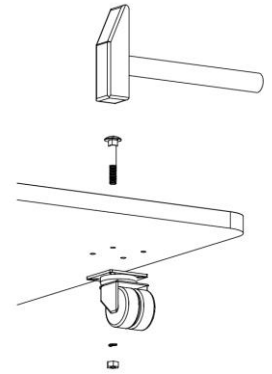

Abb. 1: Montage der Doppellenkrollen
Befestigen Sie als erstes die 4 Doppellenkrollen ③ an der Bodenplatte ① (Abb. 1). Schlagen Sie dazu zunächst mit einem Hammer die 16 Flachrundschrauben mit Vierkantansatz ④ leicht in die vorgebohrten Löcher der Bodenplatte ein. Anschließend befestigen Sie die Doppellenkrollen mit Hilfe eines Schraubenschlüssels SW 10 und der 16 Federringe ⑤ sowie der 16 Sechskantmutter ⑥.